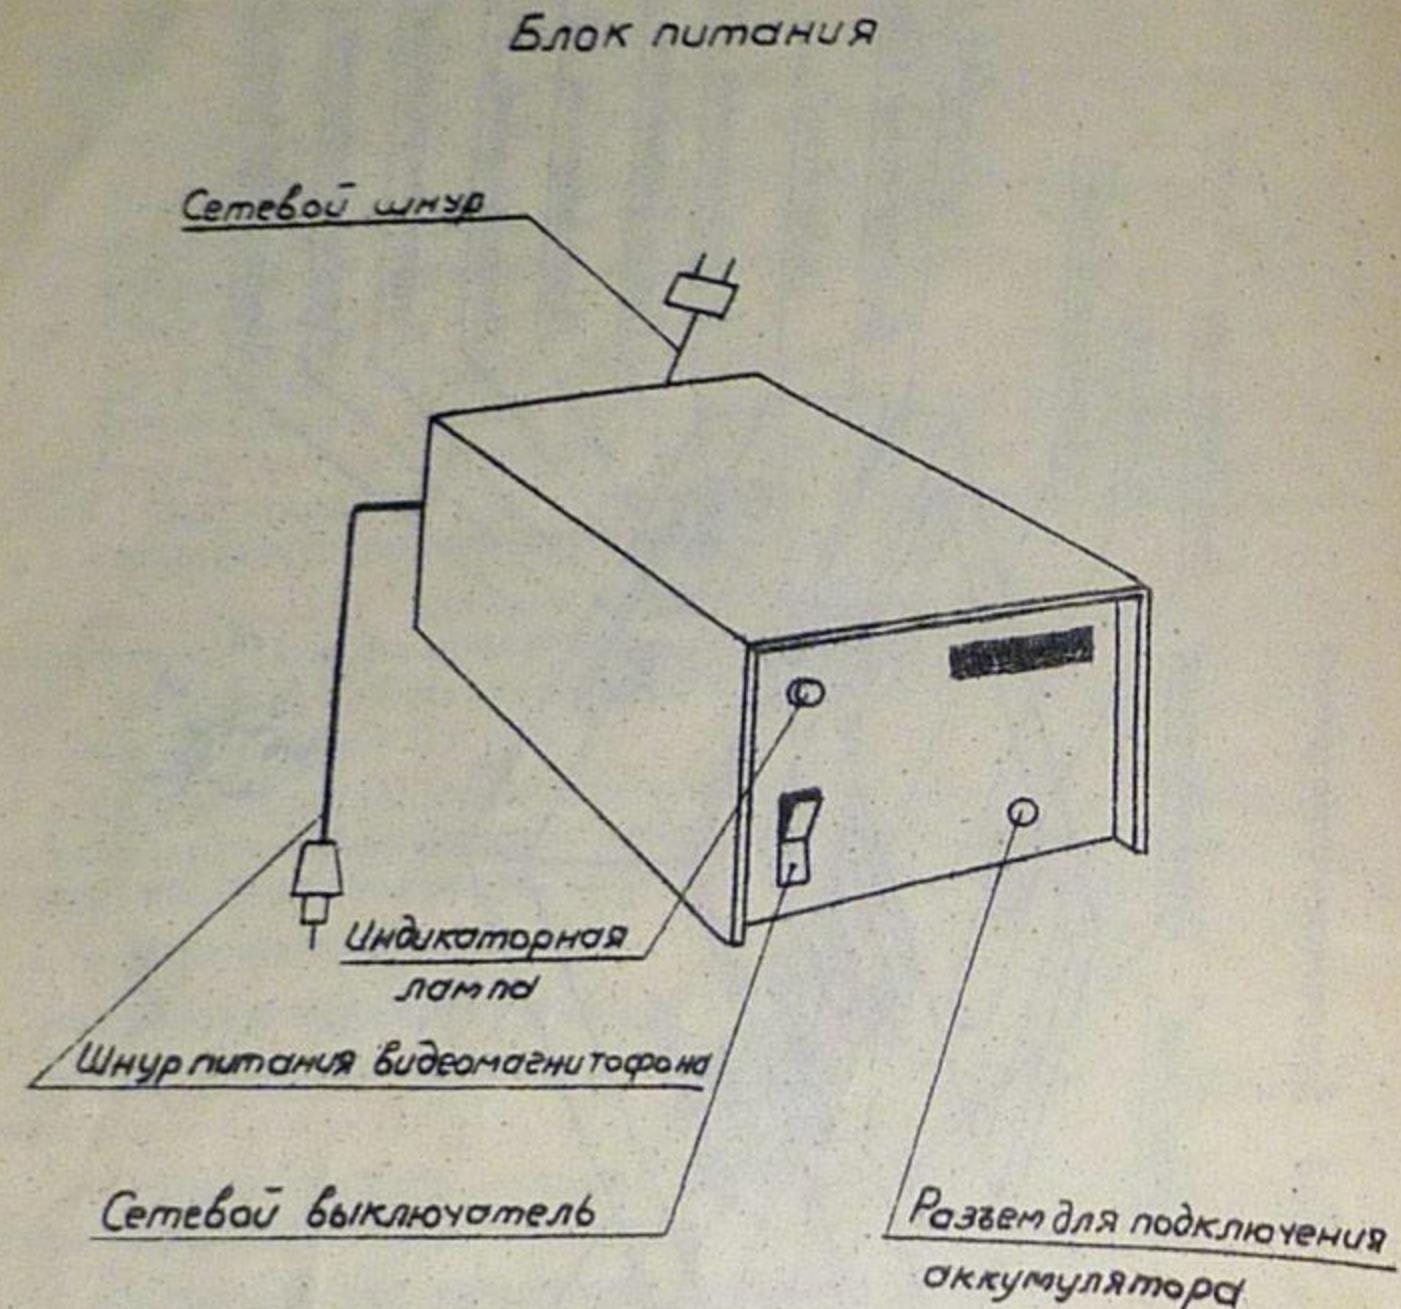

Рис. 2
4.4. Расположение элементов управления и внешнего подсоединения блока питания показано на рис. 2.